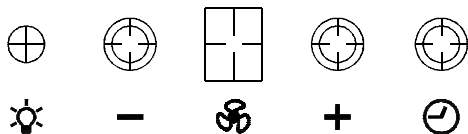

РИС. 12
7.2.2. Электронный переключатель (рис.12) имеет четыре кнопки управления без фиксации и цифровой индикатор, который показывает скорость вентилятора: